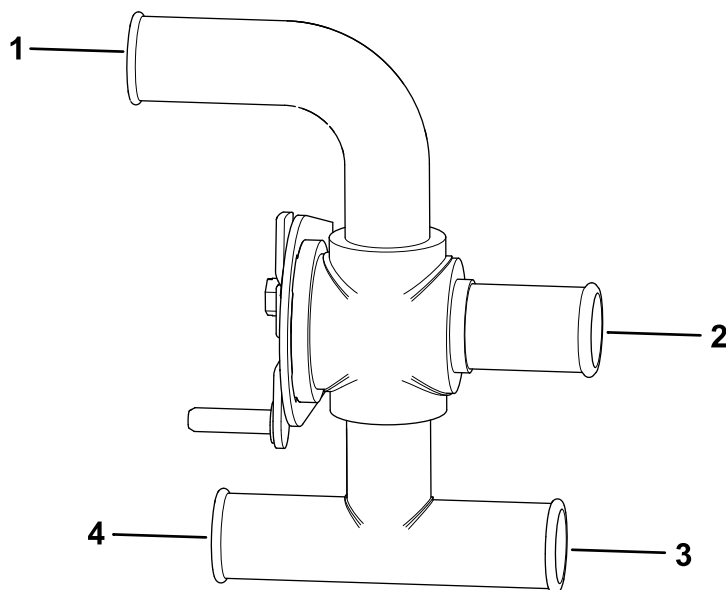
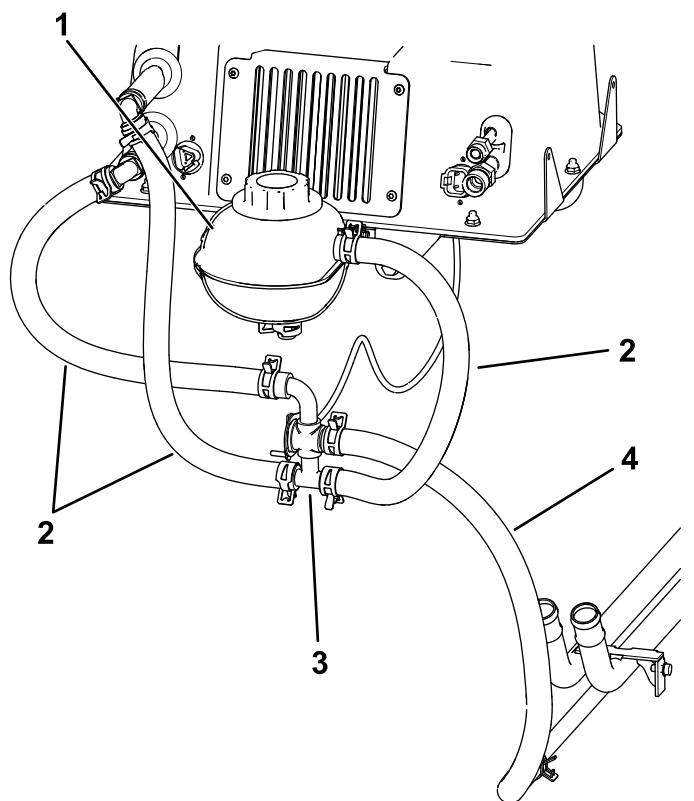

Figura 29
Figura 30
6. Collegate i 2 flessibili del refrigerante installati in precedenza sulla scatola del riscaldatore alle porte appropriate della valvola dell'acqua con 2 morsetti a fascia (Figura 30).
Nota: Se sulla macchina è installato uno spazzaneve BOSS, disponete il flessibile inferiore della parte principale del riscaldatore (Figura 29) attorno al solenoide dello spazzaneve.
7. Collegate il flessibile di bypass del termostato già accorciato alla valvola dell'acqua con un morsetto a fascia (Figura 29 e Figura 30).
8. Collegate il flessibile rimanente alla valvola dell'acqua con un morsetto a fascia, quindi collegate l'altra estremità del flessibile alla porta grande del serbatoio superiore con un morsetto a fascia (Figura 29 e Figura 30).